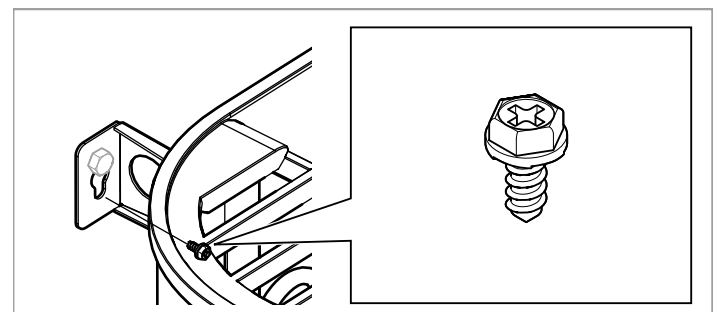

Abb. 10: Sicherungsschraube der Halterung
8. Sichern Sie den Ofen mit der Sicherungsschraube, siehe Abb. 10, Seite 11.